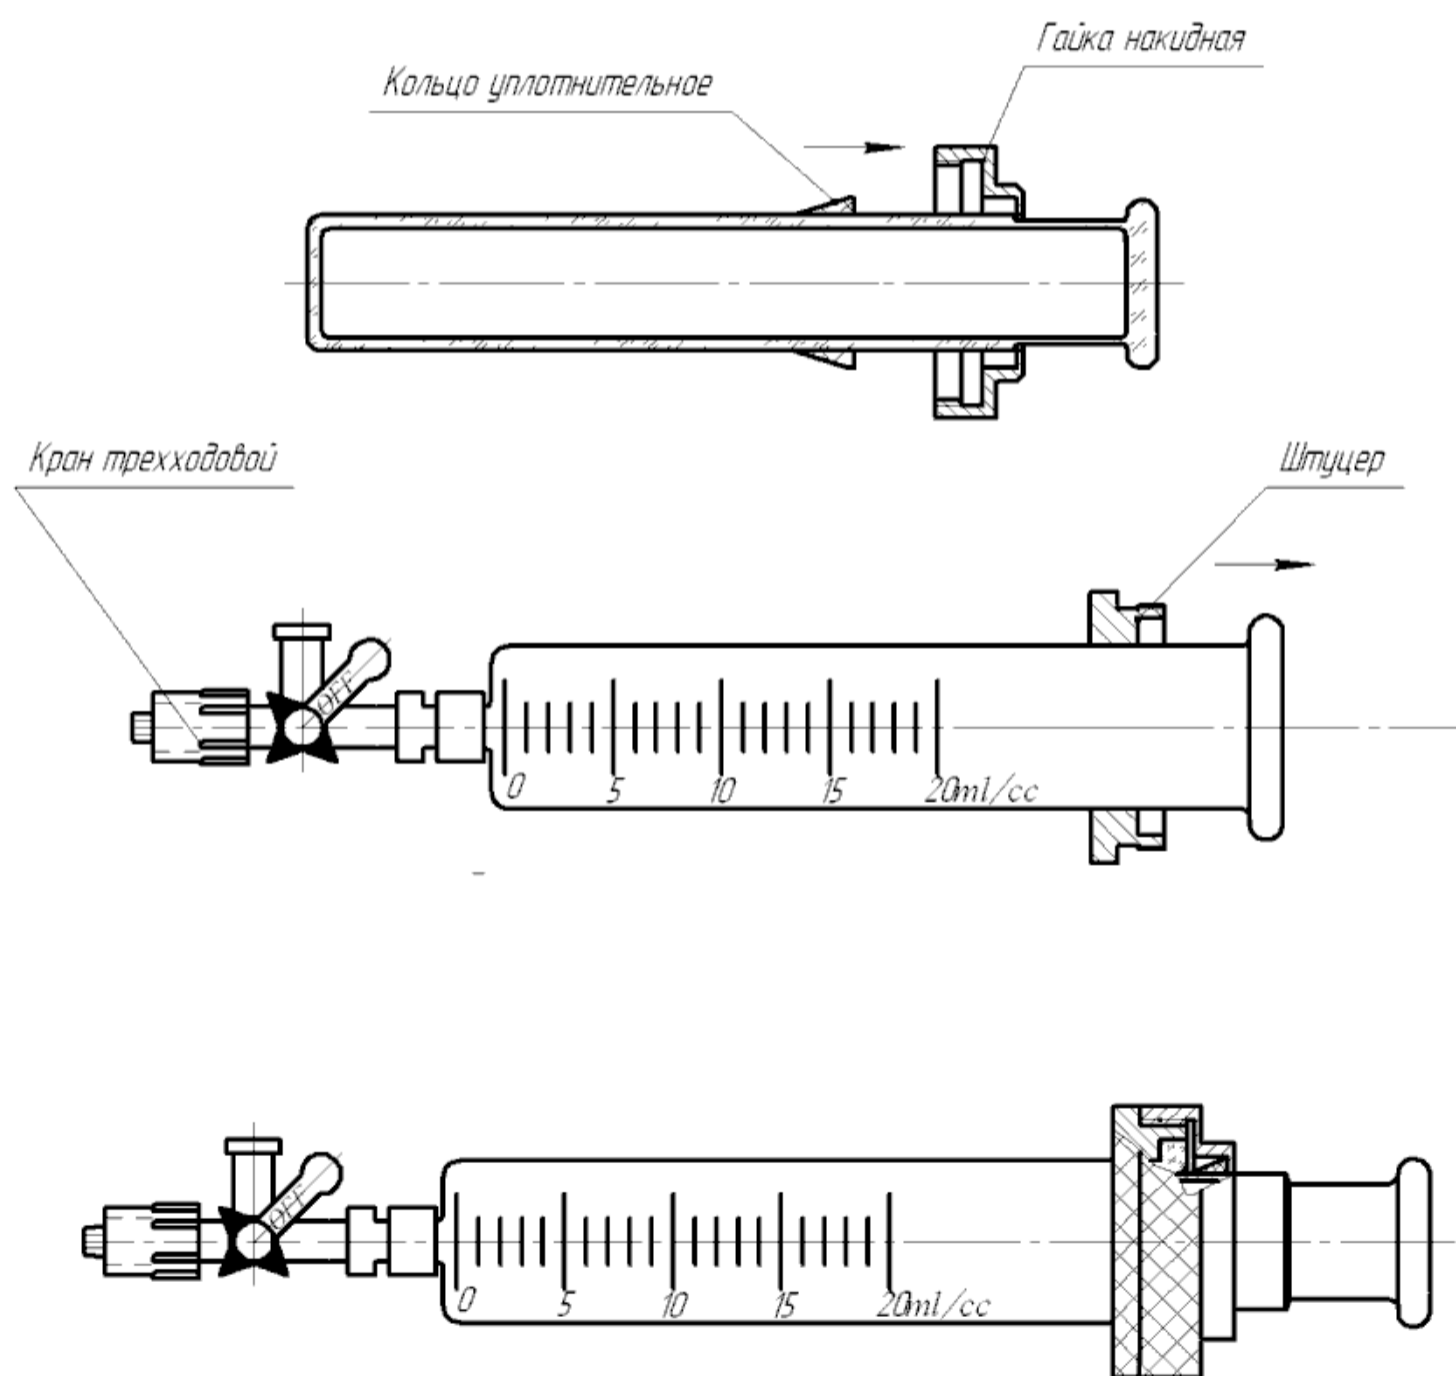

Рис. 2. Установка гермоузла на проботборник
8.1. Отсоедините трехходовой краник (если он установлен) от проботборника (Рис. 2).